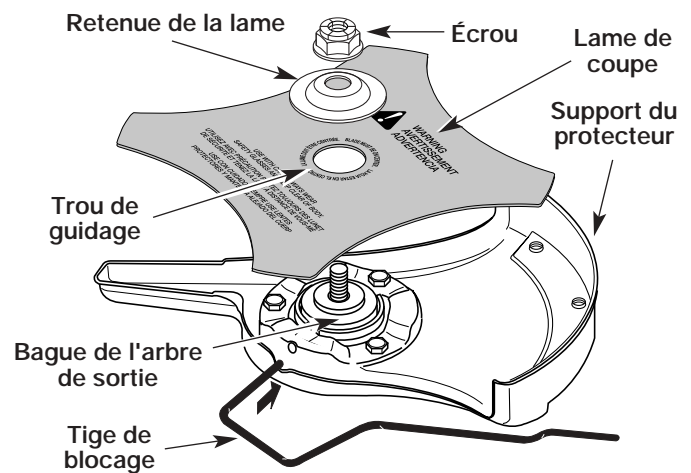

Figure 11
4. Placez la lame de coupe sur la bague de l'arbre de sortie (Fig. 11).